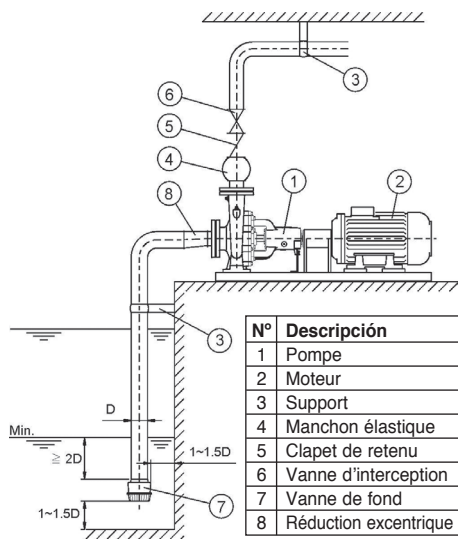

Fig. 1
(3) Installer les soupapes de purge automatique dans les points où la formation de poches d'air ne peuvent être évitées. Toutefois, elles ne doivent pas être utilisées dans les cas où la pression est inférieure à celle atmosphérique, parce que l'air serait aspiré au lieu d'être expulsé.
(4) Pour réduire l'effet des coups de béliers, installer un clapet de non retour à ressort.
(5) Installation en aspiration (voir Fig. 1):